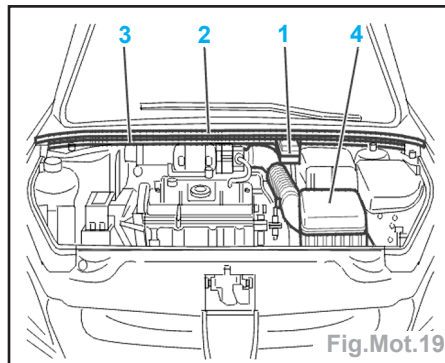

Fig.Mot.19
- Écarter le réservoir de liquide frein (1) (Fig.Mot.19).